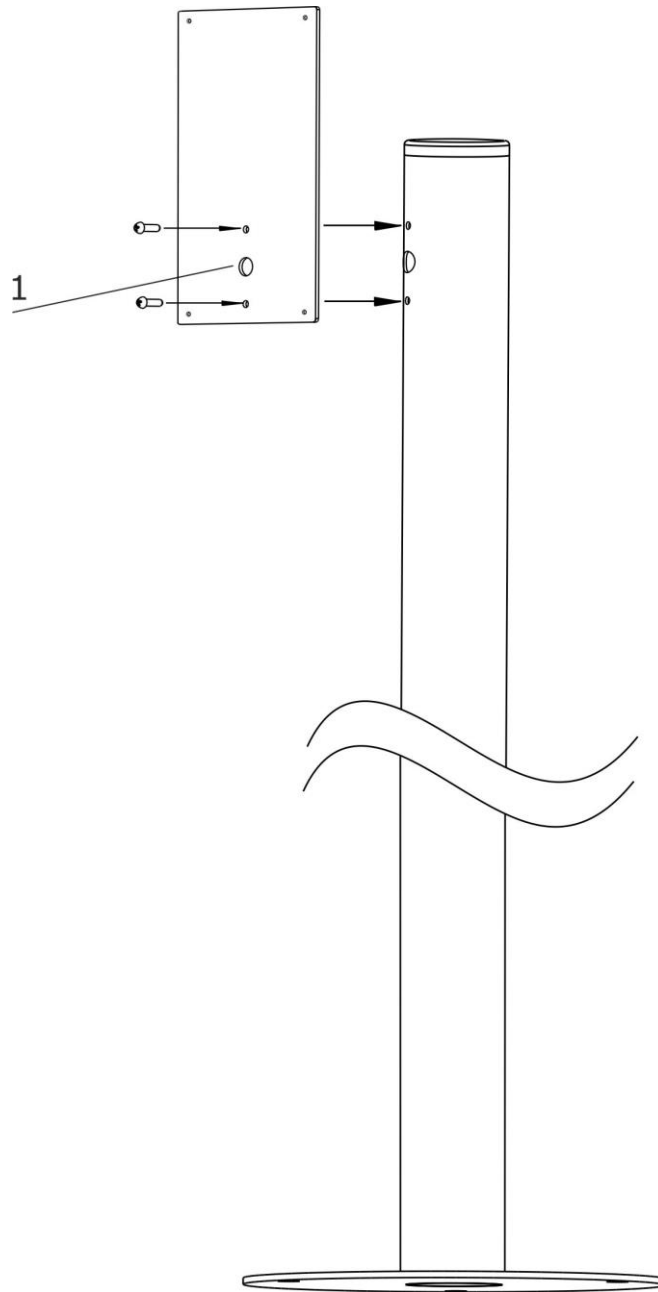

Рисунок 5. Крепление пластины к трубе
3. Закрепить пластину на трубе с помощью 2-х винтов М6х12, входящих в комплект поставки, пропустив провода линии связи через монтажное отверстие в пластине (**рис.5 поз.1**).